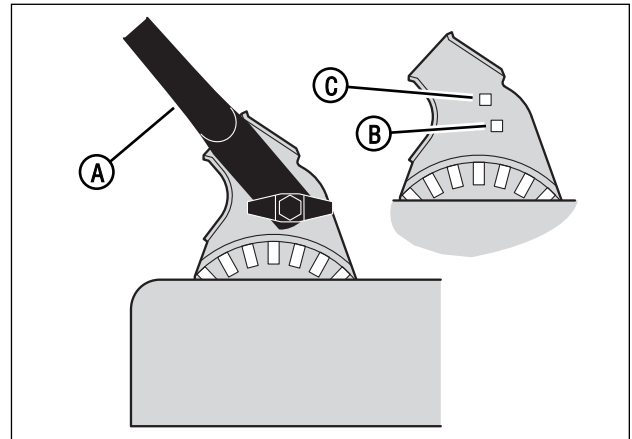

Figura 5: Posiciones del asidero (los modelos M2250 y MD2250)
2. Para elevar el asidero, monte el asidero inferior (A, Figura 5) en la posición alta (B).
3. Para bajar el asidero, monte el asidero inferior en la posición baja (C).